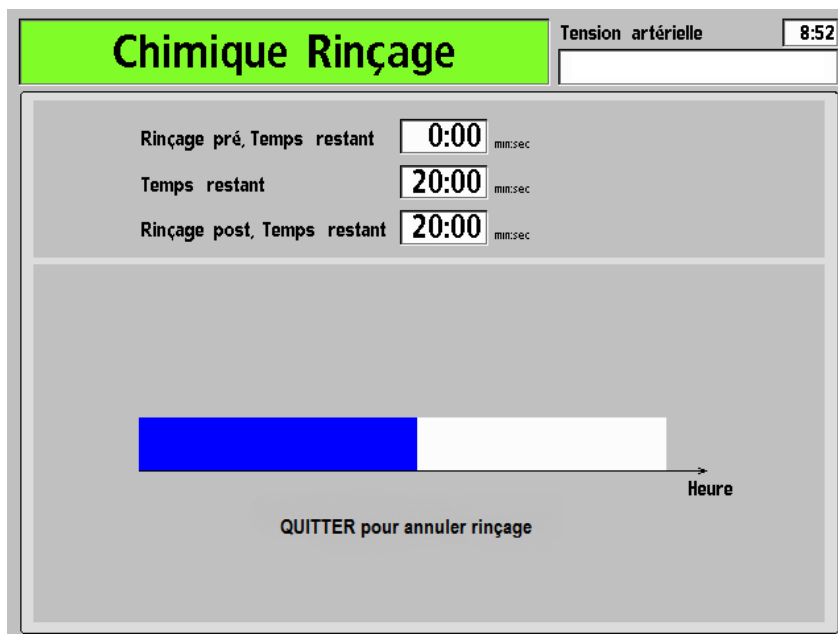

Figure 61 – Écran de désinfection chimique/rinçage
4. L'écran « Chimique/rinçage » s'ouvre (reportez-vous à la Figure 61). La progression du cycle de désinfection est indiquée dans la barre horizontale. Le cycle commence par un rinçage de 45 secondes. Le message « Rinçage tubulures : attente » est affiché sur la barre d'état.